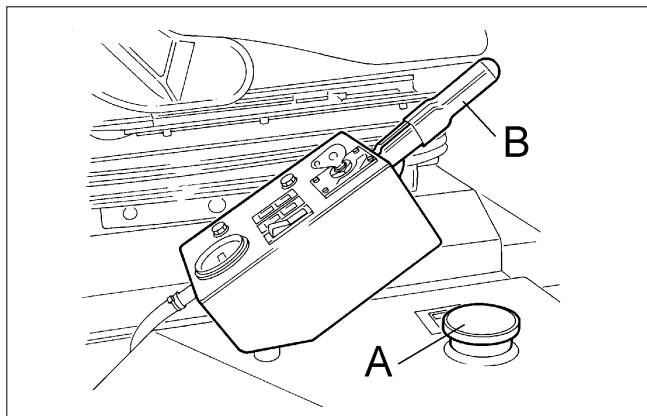
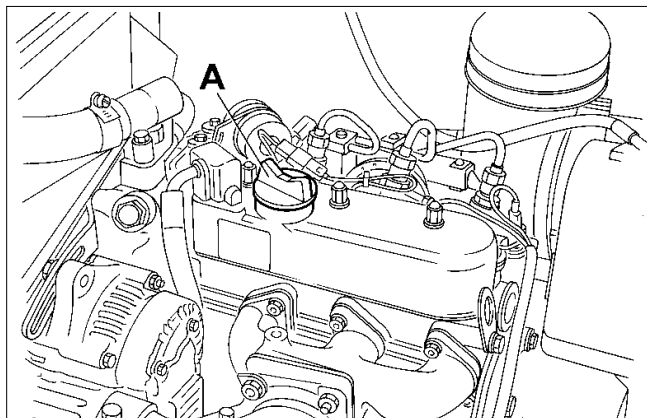
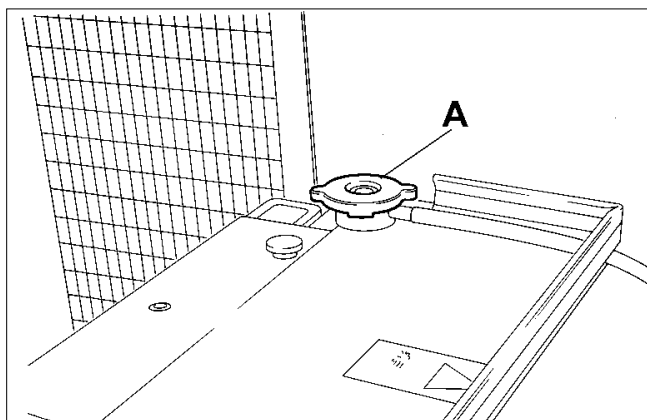
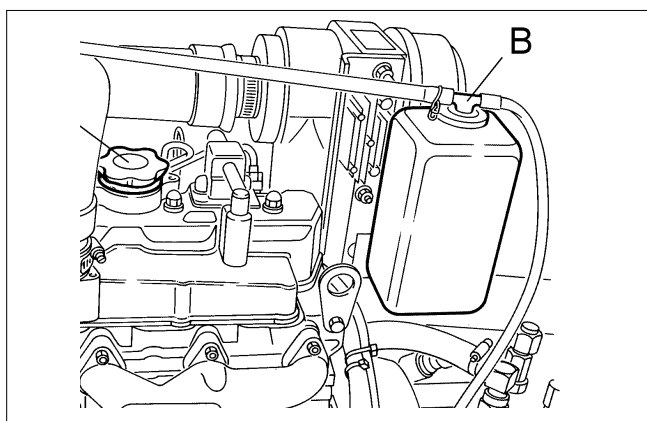

Fig.10
Fig.11
Fig.12
Fig.13
Before starting the engine it will be necessary to fill the fuel tank (A Fig.10) with Diesel fuel, fill the engine sump through the filler (A Fig.11) with oil and fill the radiator (A Fig.12) and expansion bottle (A Fig.13) with a 50% antifreeze solution.
- (a) Fill fuel tank (A Fig.10) with Diesel fuel No. 2-D (ASTM D975) .
- (a) Fill the engine sump with oil to API classification CC/CD/CE grade through the filler (A Fig.11) (see also chart on page 14).
Fill the radiator (A Fig.12) and half fill the expansion tank (A Fig.13) with a 50% antifreeze solution. Capacity 4.26 litres (7.5 imp pints) (9.0 US pints)
Prima di avviare il motore occorre riempire il serbatoio del carburante (A Fig. 10) con gasolio e poi riempire la coppa motore con olio, attraverso il bocchettone di riempimento (A Fig. 11), il radiatore (A Fig. 12) ed il serbatoio di espansione (A Fig. 13) con una soluzione antigelo al 50%.
- (a) Riempire il serbatoio carburante (A Fig. 10) con gasolio N. 2-D (ASTM D975) .
- (a) Riempire la coppa motore con olio di grado API CC/CD tramite l'apposito bocchettone (A Fig. 11) (vedere anche il diagramma a pagina 14).
Riempire il radiatore (A Fig. 12) ed il serbatoio di espansione (A Fig. 13) con una soluzione antigelo al 50%. Capacità: 4,26 litri.